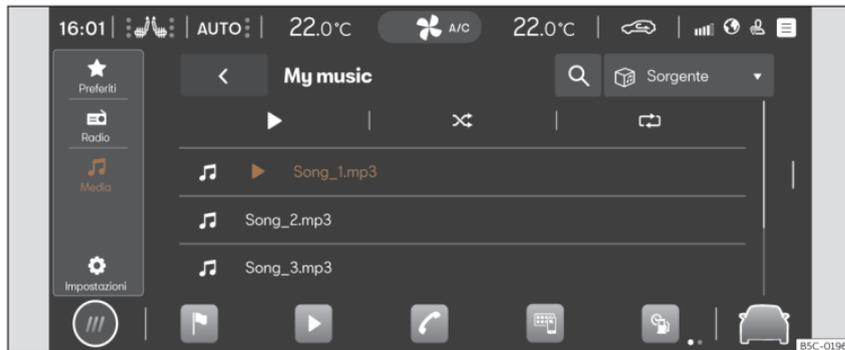

Fig. 135 Rappresentazione schematica: Visualizzazione multimediale
- Premere ► ► 🎵 ► **fig. 135**.